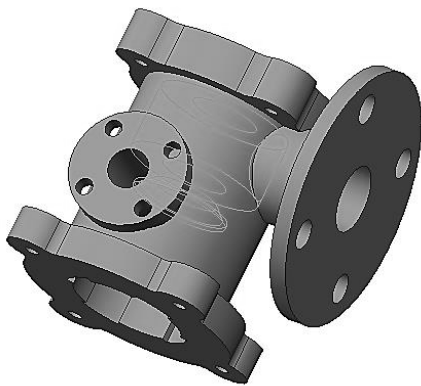

图 4-187 旋转切除后模型效果
(2) 操控面板中单击 ，旋转角度输入 360° 。单击  预览效果，如图 4-187 所示。若无问题单击 ☒ 完成零件绘制。